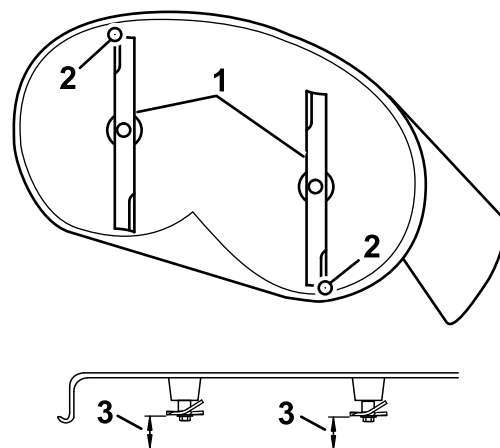

Figura 66
4. Rode cuidadosamente as lâminas para que estejam da frente para trás (Figura 66).
5. Meça da ponta da lâmina da frente até à superfície plana e da ponta da lâmina de trás até à superfície plana (Figura 66).